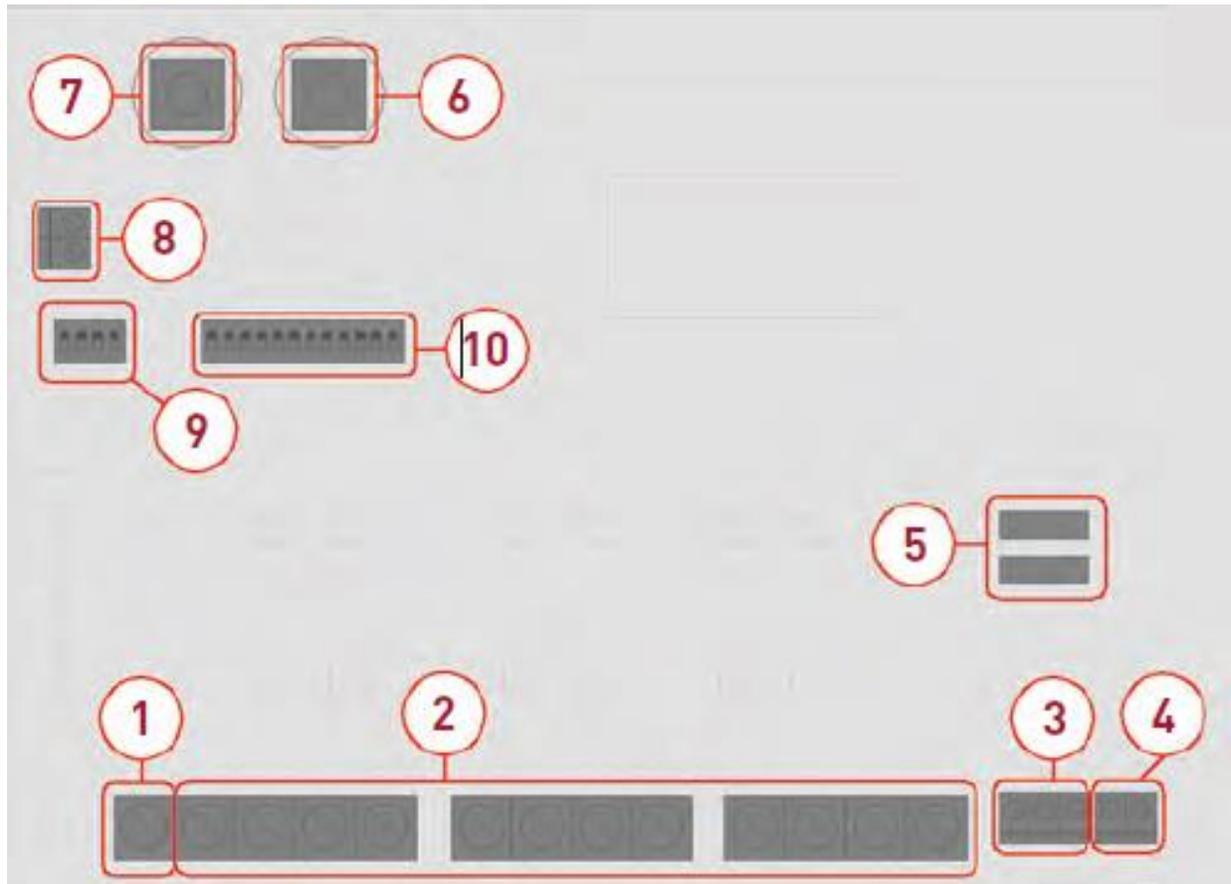
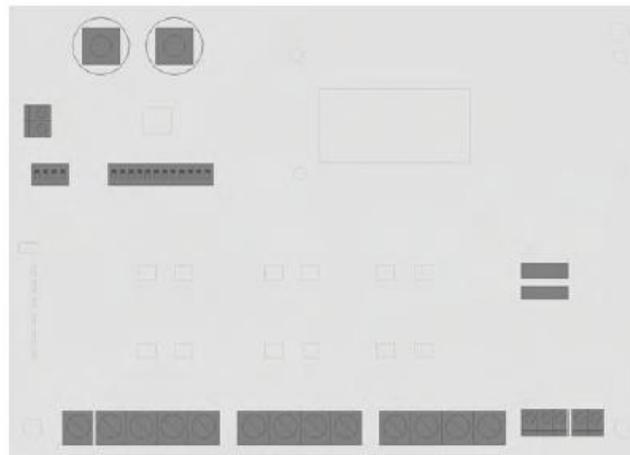

Figura 1: Lay-out del secuenciador Serie DS.
Figura 4: Paso 3 para una instalación segura.
En la **Error! Reference source not found.** Figura 1 se muestra el Lay-out de un secuenciador de la serie DS, tiene sus partes enumeradas las cuales son explicadas más adelante en la Tabla 2.
Conecte las salidas de las solenoides discretas en las terminales de salida de solenoide discreta (Objeto 2 en el Lay-out de la Figura 1), Conecte cada cable de solenoide a una terminal de salida separado. Recuerde que se debe usar un cableado máximo de 12-22 AWG. Apóyese en la Figura 4. Si desea saber cómo se deben de hacer las conexiones eléctricas del secuenciador a las solenoides ver el **Error! Reference source not found.**
Conecte la corriente de entrada pertinente (objetos 3 y 4 en el Lay-out de la Figura 1). Si desea alimentar el secuenciador electrónico de la serie DS por medio de Corriente Alterna (CA), use las terminales que detalladamente tienen escrito: "AC Input" (Objeto 3); Si desea alimentar el secuenciador por medio de Corriente Directa (DC), use las terminales que detalladamente tienen escrito: "DC Input" (Objeto 4). Apóyese en la Figura 5.